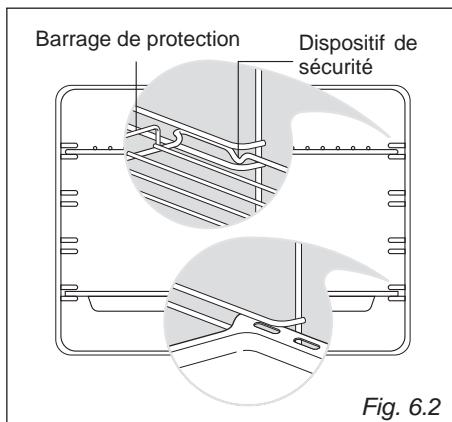

Fig. 6.2
- Faire glisser sur les guides la grille et la lèchefrite fig. 6.2.